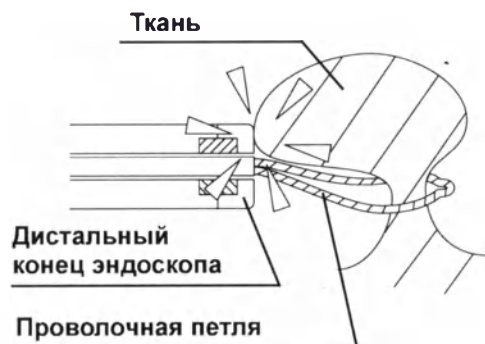

Рисунок 7
- Не включайте выходное напряжение, когда металлическая часть на дистальном конце эндоскопа находится в непосредственной близости от ткани полости тела или контактирует с ней. Это может привести к ожогам ткани и/или к повреждению эндоскопа. (См. рис. 7)